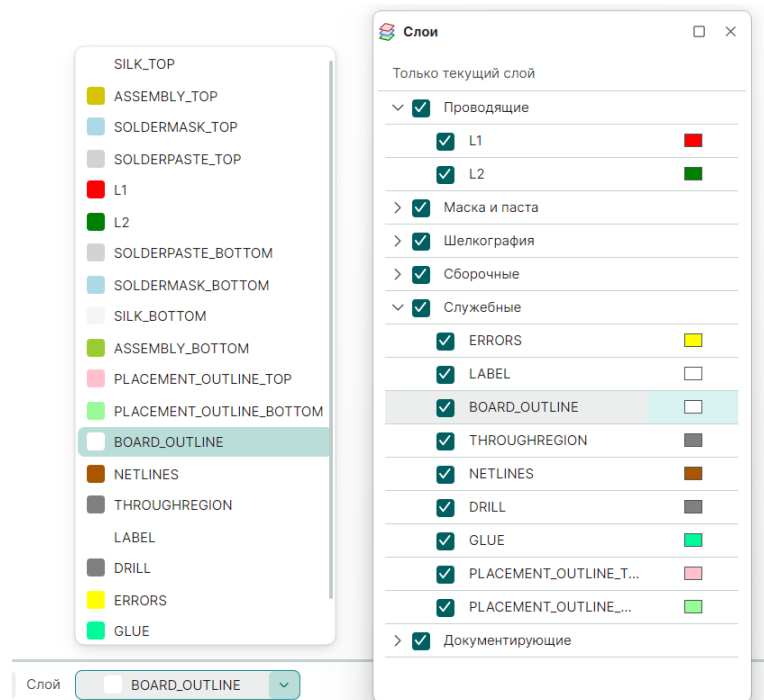

Рис. 105 Выбор слоя BOARD_OUTLINE текущим слоем
1. Выберите в редакторе платы слой BOARD_OUTLINE в качестве текущего слоя, см. Рис. 105.